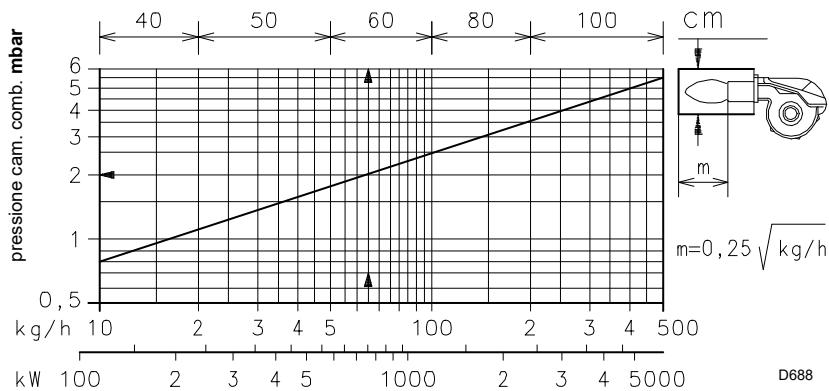

Fig. 4
4.4.1 Caldaia di prova (Fig. 4)
Riportiamo in (Fig. 4) diametro e lunghezza della camera di combustione di prova.